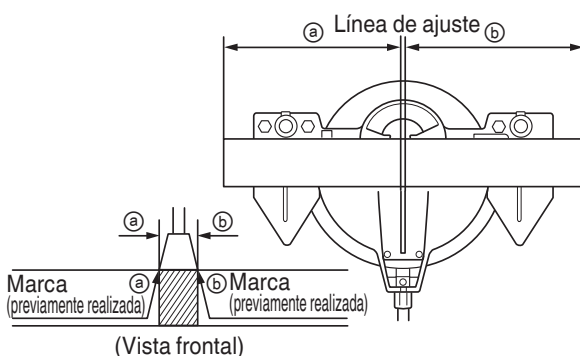

Fig. 15
- (1) Como se muestra en la Fig. 15, la anchura de la hoja de sierra es la de corte. Por lo tanto, deslice la pieza de trabajo hacia la derecha (vista desde la posición del operador) cuando desee la longitud ⓐ, o hacia la izquierda cuando desee la longitud ⓑ.
- (2) Cuando la hoja de sierra haya alcanzado la velocidad máxima, empuje cuidadosamente hacia abajo la empuñadura hasta que la hoja de sierra se acerque a la pieza de trabajo.
- (3) Cuando la hoja de sierra haya entrado en contacto con la pieza de trabajo, empuje gradualmente hacia abajo la empuñadura para cortar dicha pieza.
- (4) Después de haber cortado la pieza de trabajo con la profundidad deseada, desconecte la alimentación de la herramienta eléctrica y deje que la hoja de sierra se pare completamente antes de levantar la empuñadura de la pieza de trabajo para devolverla a su posición de completamente retraída.